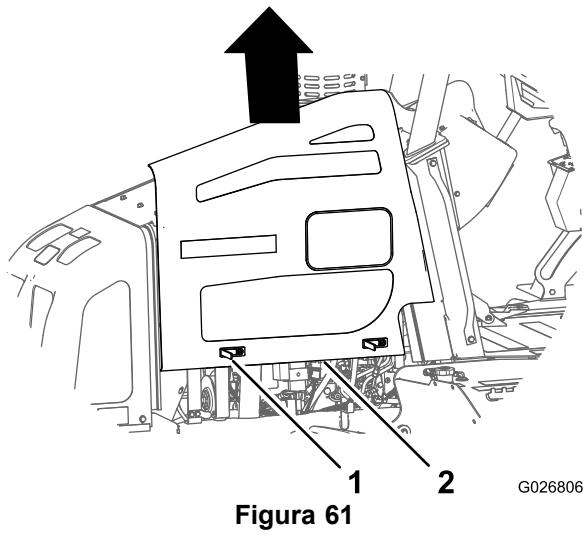

Figura 61
- 4. Levante o painel, removendo-o da máquina (Figura 61).